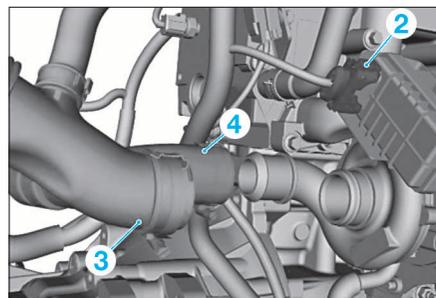

FIG. 34
- Débrancher (Fig.34):
- le connecteur électrique (2) de commande électronique du turbocompresseur.
- le tuyau d'admission d'air (3) sur le turbocompresseur.
- le tuyau de sortie d'air (4) du turbocompresseur.